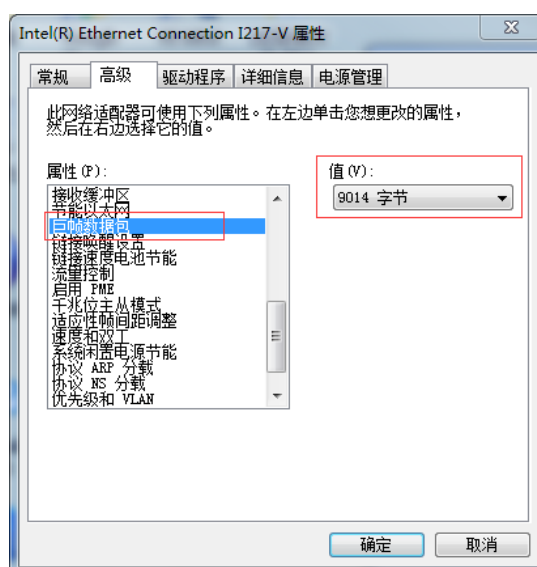

图7-3 设置巨帧的方式
- 设置 PC 的网卡巨帧为 9KB 或 9014 字节。关于巨帧大小的设置，如图 7-3 所示。